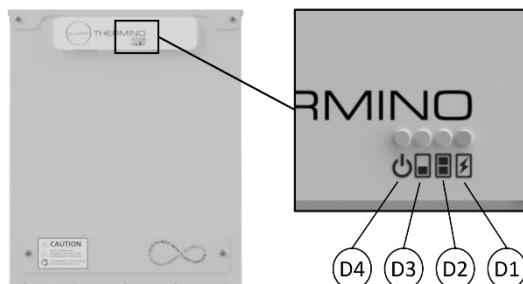

Abbildung 12 – Thermino ePlus Wärmebatterie, Funktion der LEDs
7. Überprüfen Sie an der Vorderseite der Wärmebatterie, ob die LEDs „Power“ und „Heizelement“ leuchten (siehe Abbildung 12 und Tabelle 9).